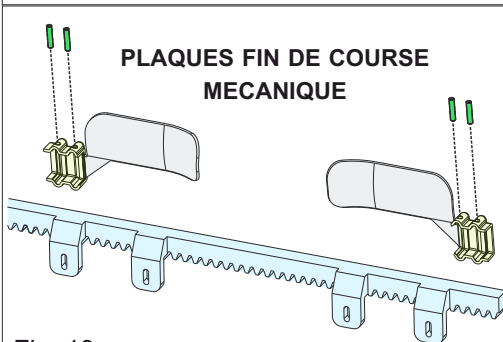

Fig. 13
- **FIN DE COURSE MÉCANIQUE:** positionner la plaque - Fig. 13 - sur la crémaillère en fonction de la position de fin de course souhaitée; fixez la plaque sur la crémaillère à l'aide des vis fournies.